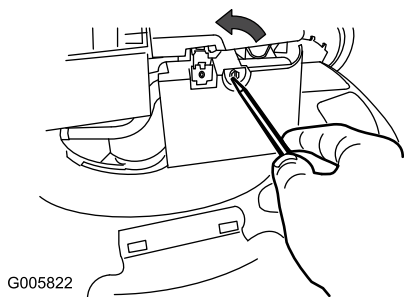

Figure 25
1. Ouvrez le couvercle du filtre à air avec un tournevis (Figure 25).